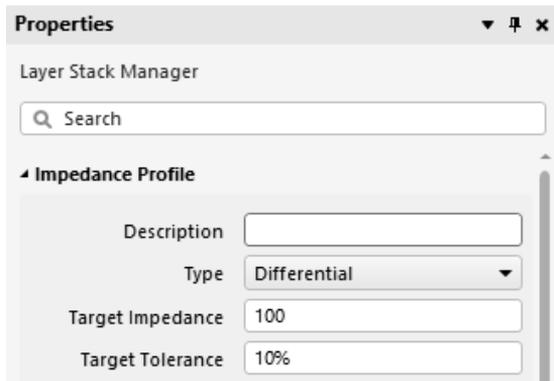

图 3-43 设置 100Ω 阻抗文件
(10) 计算 TOP 层差分 100Ω 信号的线宽、线距。
① 单击 Add 按钮，创建新的配置文件，在弹出的 Properties 面板中将 Impedance Profile 选项组参数设置好，如图 3-43 所示，同时调整各信号层的参考平面。